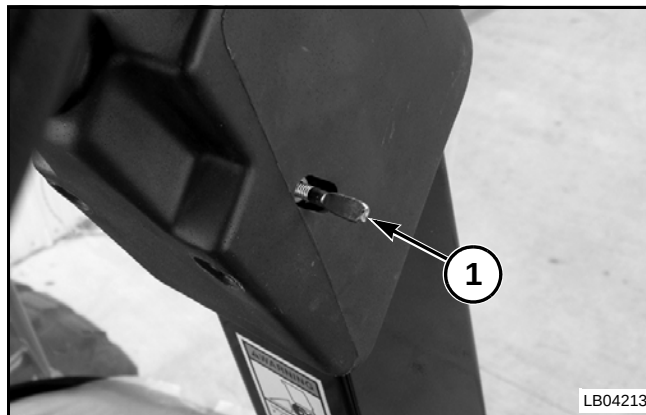

FIG. 7
FIG. 7: El volante de dirección puede inclinarse a una entre nueve posiciones. Para inclinar el volante de dirección, levante la palanca (1) en el lado derecho del volante de dirección. Coloque el volante de dirección en una posición de trabajo adecuada. Suelte la palanca para bloquear el volante de dirección en posición.